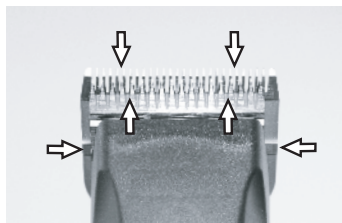

Fig. 24
Para obter bons resultados de tosquia e para aumentar a longevidade da máquina e das cabeças de tosquia, é necessário a aplicação regular de uma fina camada de lubrificante entre a lâmina superior e inferior (Fig. 24).
- ▶ Lubrifique suficientemente (e não em demasia) as lâminas de corte durante a tosquia (pelo menos em intervalos de 15 minutos), para que elas não fiquem secas (Fig. 24).
As lâminas devem ser lubrificadas antes, durante e depois de cada utilização. Quando as lâminas deixam tiras, isto é um sinal de que necessitam de ser lubrificadas. Coloque algumas gotas de lubrificante adiante e lateralmente às lâminas (ver setas na fig. 24). Limpe o lubrificante em excesso com um pano suave e seco. Os sprays de lubrificação não contém óleo suficiente para uma boa lubrificação, mas servem como forma de arrefecimento das lâminas. Na eventualidade de lâminas danificadas, substitua-as de imediato para evitar o risco de lesões.